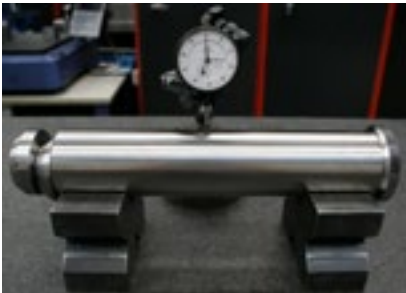

Fig.6
5.2 Effectuer au moins tous les 12 mois un contrôle de cylindricité pour vérifier eventuelles déformations permanentes (voir **Fig.6**): en cas des erreurs supérieurs à 0,25 mm remplacer les broches intéressés.
5.4 En cas des imprévus effondrements des cordes / chaînes de levage avec un conséquent surcharge sur les broches de manutention, soumettre ceux-ci au contrôle de cylindricité (voir **Fig.6**) pour vérifier eventuelles déformations; en cas des erreurs supérieurs à 0,25 mm remplacer les broches intéressés; remplacer les vis de fixation et vérifier la correcte fermeture selon la tableau mentionné dans la notice.
5.5 En cas de collisions accidentelles dans le zones d' élingue pendant les opérations de levage / mouvementation / renversement, soumettre ceux-ci au contrôle de cylindricité pour vérifier eventuelles déformations; en cas des erreurs supérieurs à 0,25 mm (voir **Fig.6**) remplacer les broches intéressés; soumettre les chapes de manutention au contrôle visuel pour vérifier eventuelles déformations et si nécessaire remplacer eux; remplacer les vis de fixation et vérifier la correcte fermeture selon la tableau mentionné dans la notice.